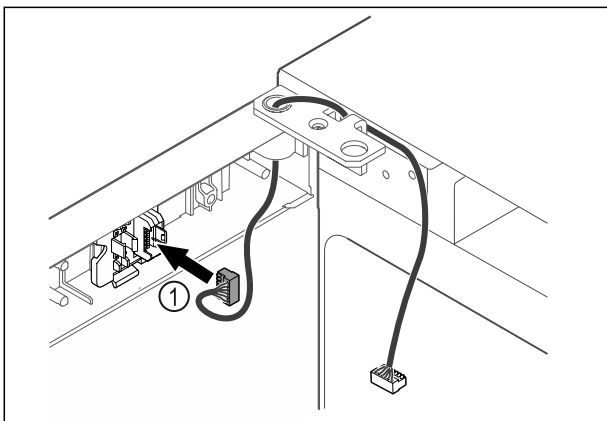

Fig. 46
- ▶ Zasuňte zástrčku Fig. 46 (1) do držiaka zástrčky.